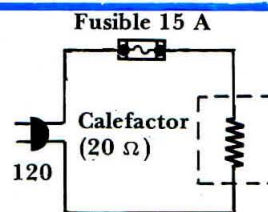

Fig. 11.
Ahora, echemos una mirada a varios ejemplos para hallar el valor de la corriente desconocida en un circuito donde se conocen el voltaje y la resistencia. La fig. 11 muestra un circuito en serie con una batería y una resistencia. El voltaje de la batería es de 20 voltios de continua (DC) y el valor de la resistencia es de 5 ohmios. ¿Cuánta corriente pasa a través del circuito? Ley de ohm para la corriente  $I = E/R$ . I (corriente desconocida) = 20 (voltaje batería) / 5 (resistencia en ohmios) = 4 amperios.